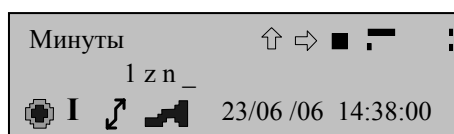

рисунок 11
- введения второго и последующего символа (рисунок 11) выполняется так же, как было указано выше для первого символа;